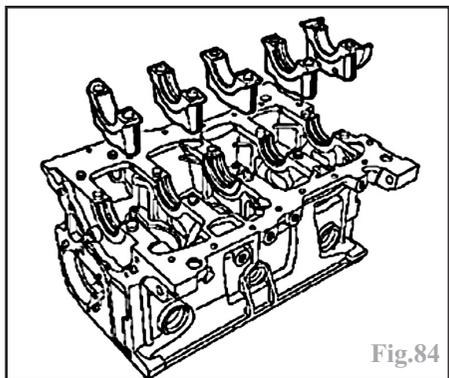

Fig.84
-dans les chapeaux de paliers, monter les coussinets (lisses dans les chapeaux n° 1, 3 et 5, rainurés dans les chapeaux n° 2 et 4) à l'aide du même outil de centrage que pour ceux du bloc-cylindres (outil Renault Mot. 1493) (Fig.84).